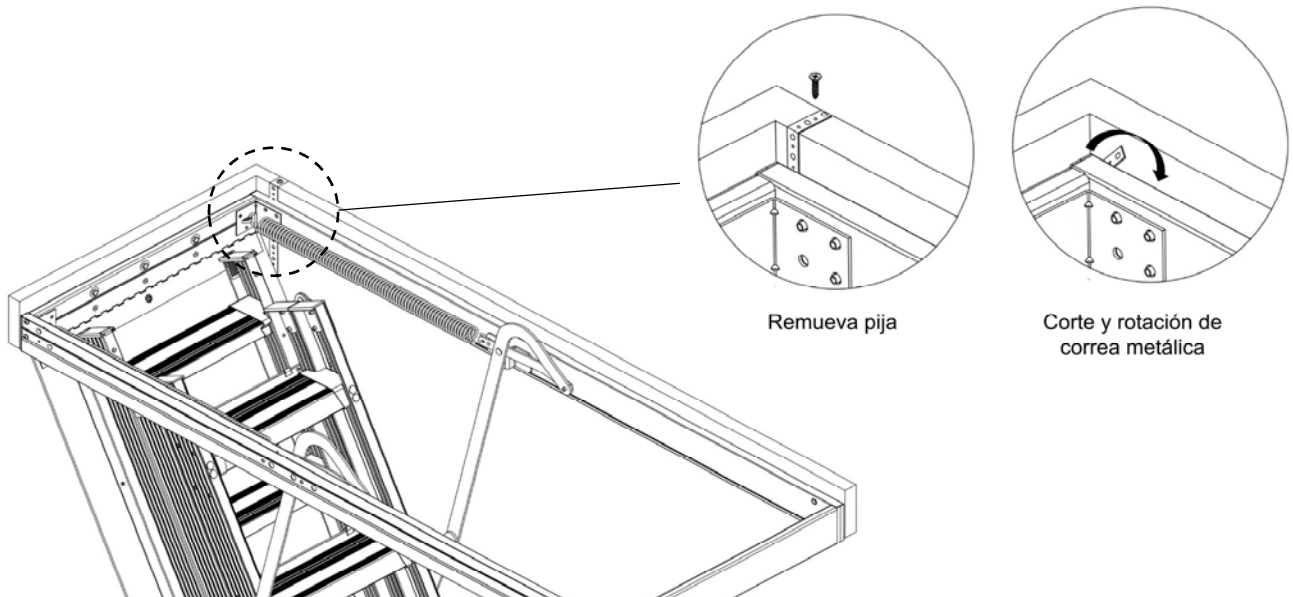

FIGURA 23 : REMOVIENDO MATERIAL EXCEDENTE DE LAS CORREAS METÁLICAS
T. Instalador #2: Con el marco de aluminio de la escalera de ático asegurado y la puerta abierta, remueva las pijas para madera de las correas metálicas. Corte las correas lo más cerca posible al marco de aluminio. Tenga cuidado con los bordes afilados. Gire el material excedente de la correa metálica hacia abajo entre el marco de aluminio y la abertura de techo para eliminar un posible punto de atrapamiento. Ver **Figura 23**.